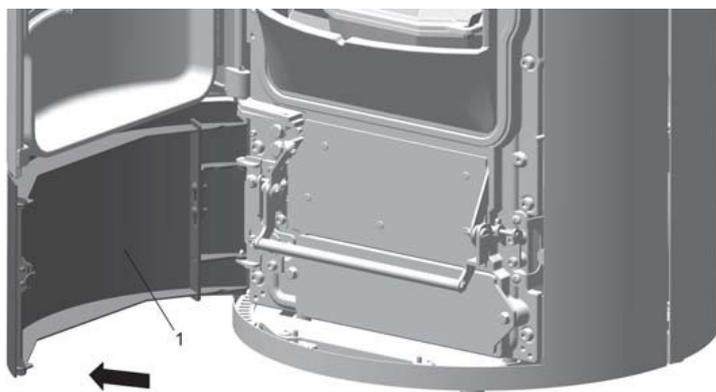

Abbildung 9: Öffnen der Ascheraum Blende
- Dieses Gehäuse wird zum Reinigen durch Öffnen der in Abbildung 9 gezeigten 4 Muttern zugänglich (siehe Pfeile).